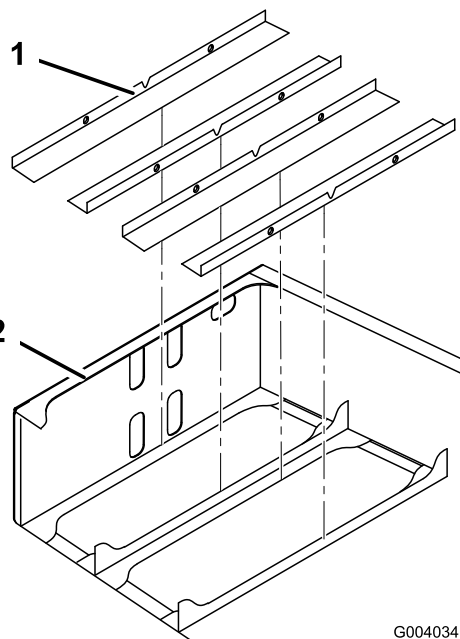

図 9
2. 図 9に示すように後フレーム・アセンブリにバッテリー・トレイ・パッドを敷く。